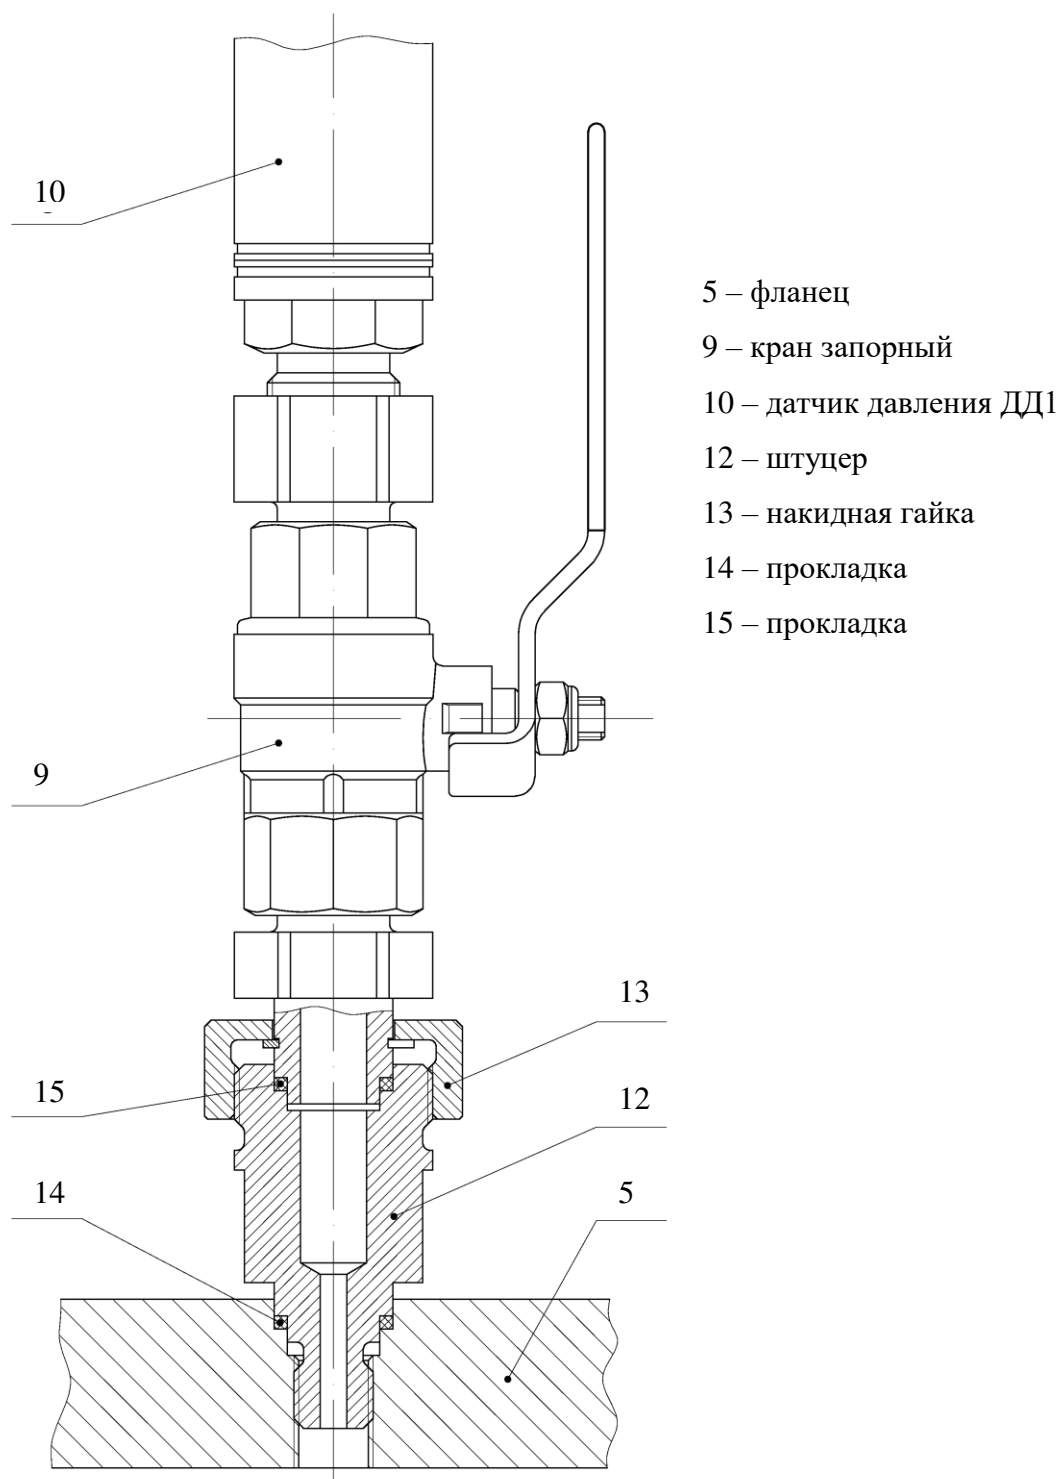

Рисунок 2.3 – Монтаж ДД1
2.1.6 Для ППП1 КШЮЕ.407533.103-09 выполнить следующее (рисунок 2.3):